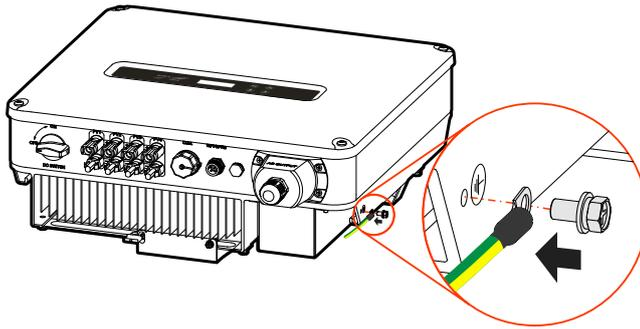

Figura 3-15 Conexão do cabo do aterramento externo
- Etapa 2 Conecte o cabo de aterramento crimpado ao terminal de aterramento externo com o parafuso de aço inoxidável M5\*12, conforme mostrado na Figura 3-15.